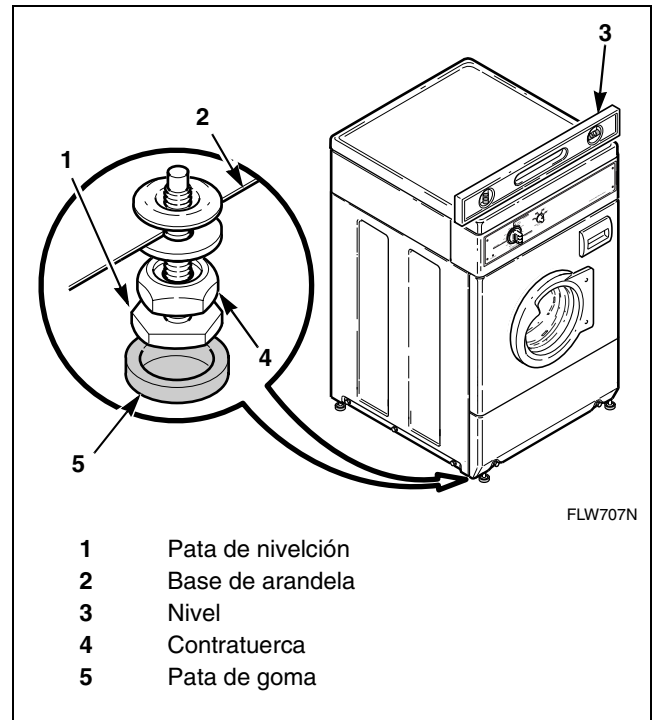

Figura 10
**NOTA: El nivel deberá colocarse sobre la posición elevada del panel superior. Consulte la *Figura 10*.**